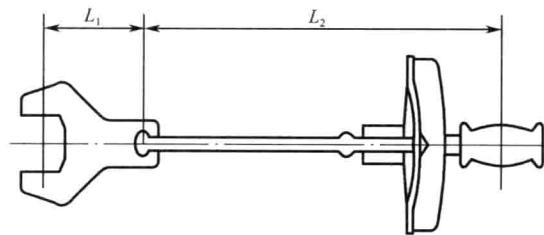

图 1.2.9
(1) 当扭矩扳手与 SST 或其他工具组合使用时，即成为带加长工具的扭矩扳手，用它来进行拧紧操作时，如果扳手显示的数据达到了规定扭矩值，则说明实际的扭矩超出了范围。
(2) 当使用 SST 或者加长工具时，应按下列公式计算扭矩扳手的数值（见图 1.2.9）。